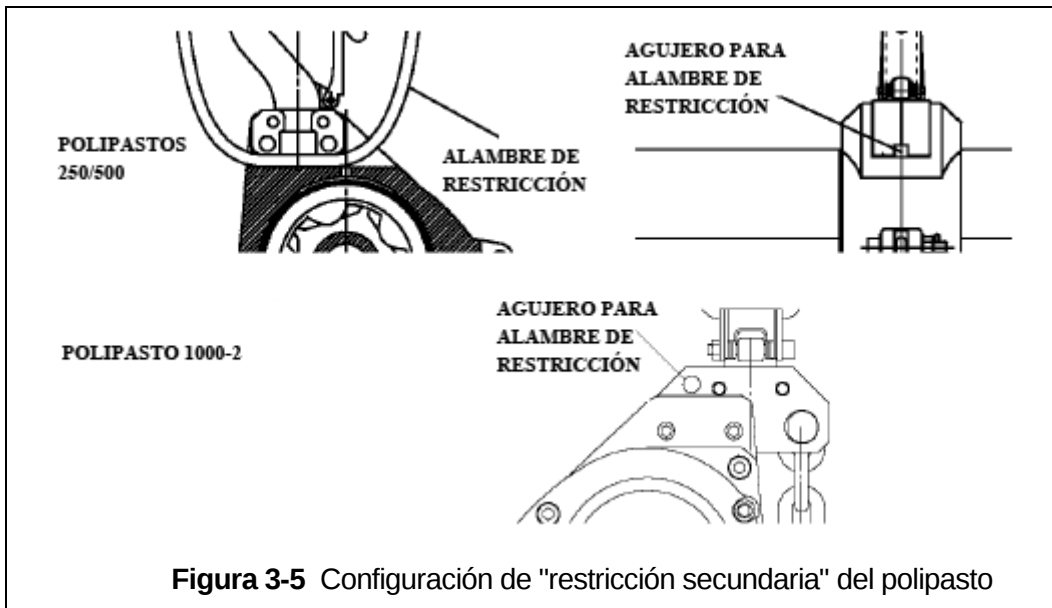

Figura 3-5 Configuración de "restricción secundaria" del polipasto
- 3.8.2 Para aplicaciones que requieren una "restricción secundaria", se ha proporcionado un "orificio" en el yugo del gancho superior del polipasto. Referencia figura 3-5.
- 3.9.4 Hacer conexiones al suministro de aire; consulte figura 3-5. Use un adaptador reductor en la sección de la válvula del polipasto para tamaños de manguera mayores a 12.7 mm.